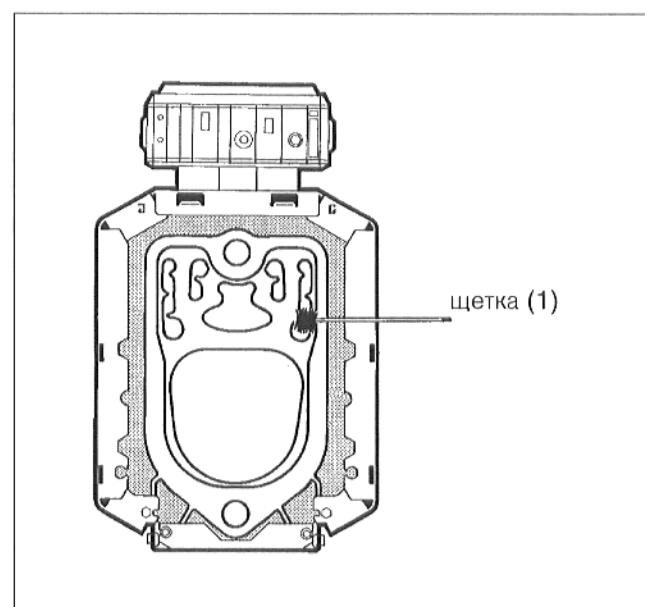

Рис. 39
- Прочистить щеткой (1) боковые газоходы (рис. 39). Очистка производится горизонтальными кругообразными движениями щетки.